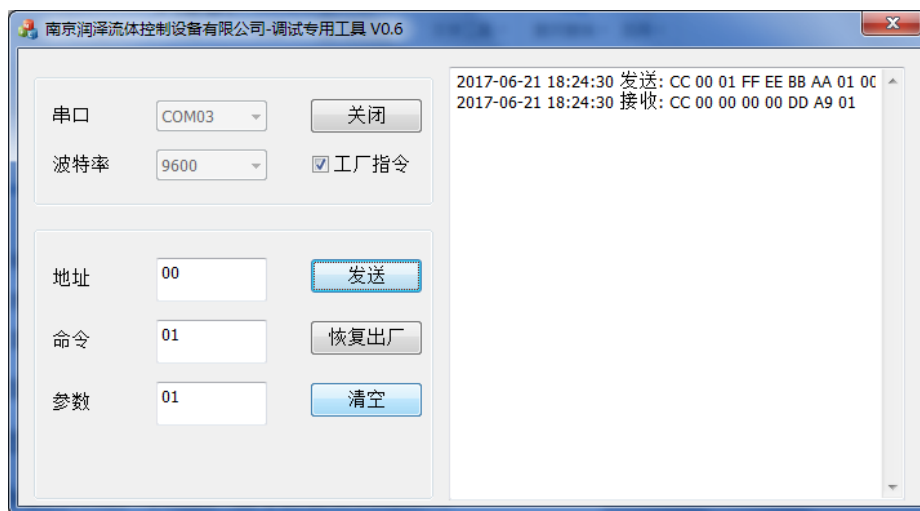

图 7
1、点击勾选工厂指令（如图 7）
2、在地址栏输入地址为 00（默认为 00，若已修改地址，则输入已修改的地址）命令行输入设定速度的代码 01，在参数行输入需要的速度 01（具体参数详见表 3-8）点击发送，此时回复指令如上图所示即为正确。（图 7）